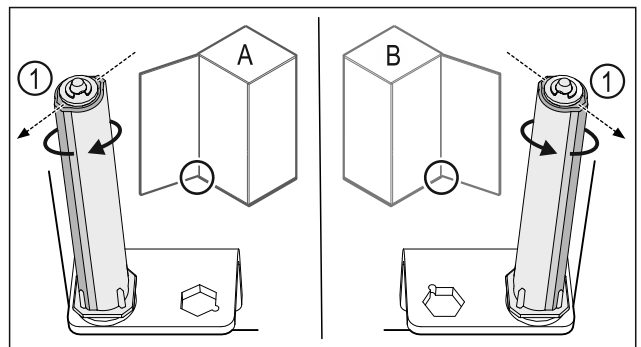

Fig. 40 Linksanschlag (A) / Rechtsanschlag (B)
- Schließsystem gegen den Widerstand drehen, bis der Steg des Schließsystems Fig. 40 (1) nach außen zeigt.